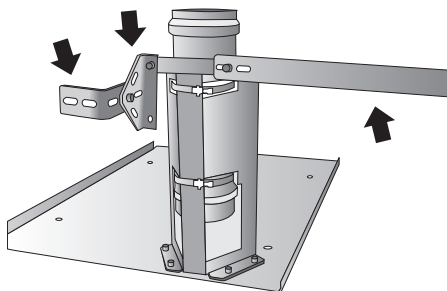

Fig. 8
- Instale el tubo de escape de humos (Fig. 8);